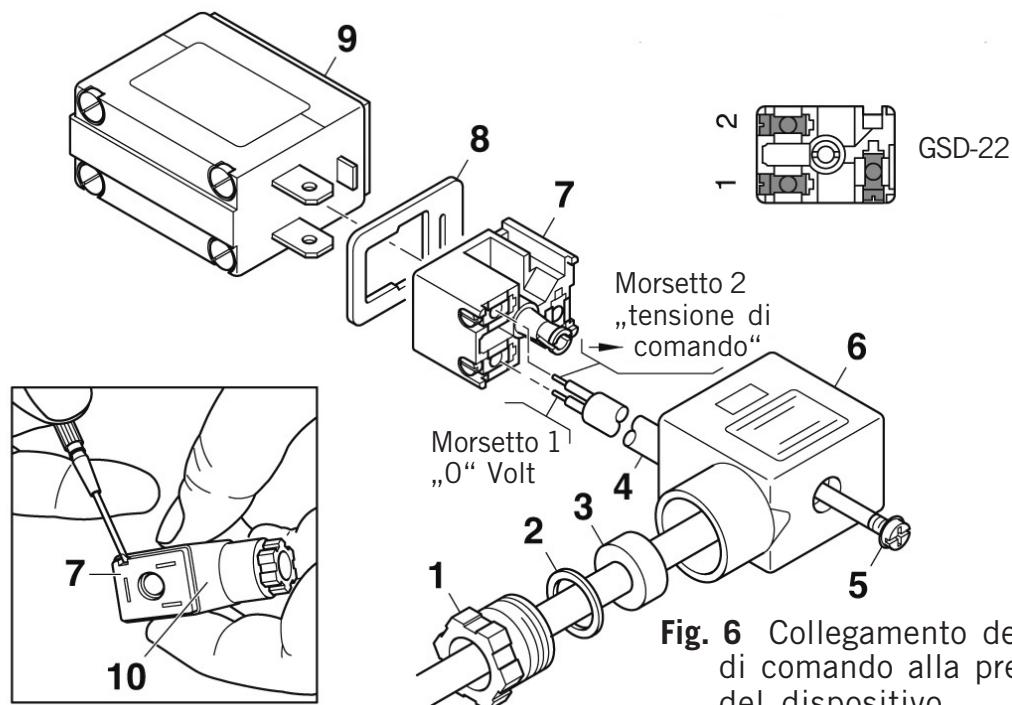

Fig. 6 Collegamento dei cavi elettrici di comando alla presa di corrente del dispositivo
La disponibilità di morsetti è illustrata alla fig. 6.
- Allentare la vite di sicurezza della spina (fig. 6/5) e togliere la presa di corrente del dispositivo GSD-22 (10) dai contatti a lama della valvola P8 (9). A questo proposito prestare attenzione alla guarnizione della spina inserita (8).
- Estrarre completamente la vite di sicurezza dalla presa di corrente (6) del dispositivo.
- Estrarre il blocco dei collegamenti (7) dall'alloggiamento della presa di corrente del dispositivo con l'ausilio di un giravite.
- Svitare il collegamento a vite (1), togliere la rondella (2) e la guarnizione (3).